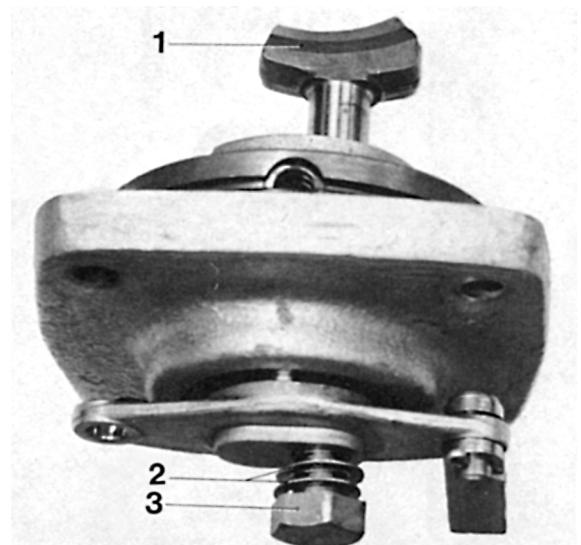

Fig. 23.
4. Monter le ressort et le talon de glissement (56), ainsi que le joint torique (67), en mettant du permatex 679 ou VP 1141570-0 aux surfaces de contact. Bien visser le mécanisme de changement de marche dans le carter de renvoi, de telle manière que la vis (61) dans le couvercle (54) soit déplacé vers la gauche, voir figure 23.
5. Mettre le mécanisme de changement de marche au point mort et retirer toutes les cales de réglage (62) sous la vis (61). Après, on ne peut plus tourner l'axe (43). Mettre ensuite les cales de réglage, une à une, jusqu'à ce qu'il soit possible de tourner l'arbre sans sentir de résistance. Après réglage, mettre un produit d'étanchéité aux cales et à la vis et terminer le montage.